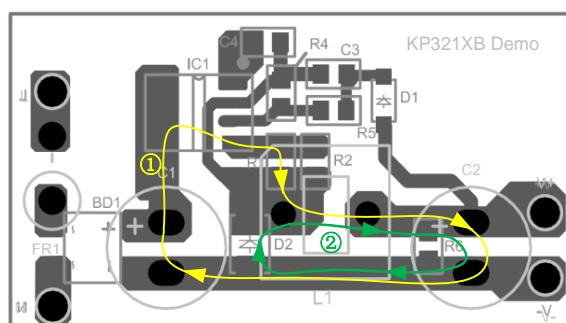

图 2
(1) 功率走线：
如图 2 所示，尽量缩减功率回路走线面积，将由输入电容-IC-电感-输出电容组成的电感励磁回路①以及由电感-输出电容-续流二极管组成的电感去磁回路②缩减至最小环路面积；